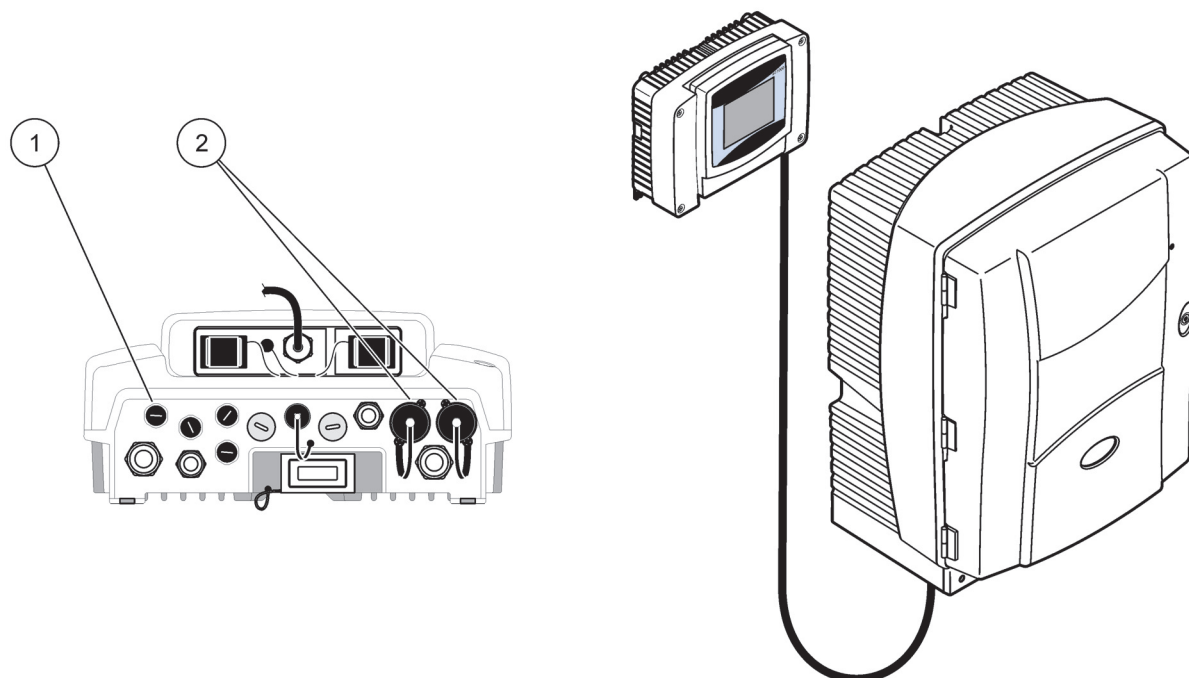

Figura 19 Ligue o AMTAX sc à fonte de alimentação do sc1000
Consulte o manual do utilizador do controlador sc1000 para obter mais informações acerca da ligação da rede de dados (item 1, Figura 19).